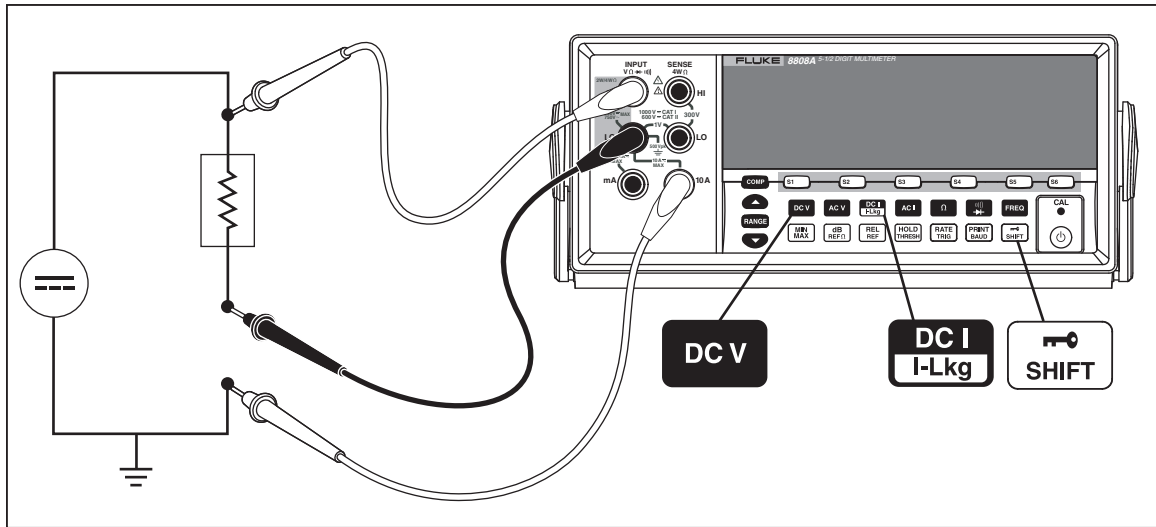

图 A-2. 对输入信号进行直流电压和直流电流测量
表A-2 中所列的大多数应用均可通过连接到 **INPUT VΩ→+HI** 和 **LO** 端子的一组测试线完成。然而，若要测量一路输入信号的电压和电流，则需要三组测试线。请确保电压和电流测量共用相同的公共点，如图 A-2所示。然后只需要按照正常情况不使用电流钳测量电流的步骤执行即可。
4. 按图 A-2 所示，将测试线连接到测试电路，并从显示屏上读取测量值。尽管显示的电流为负值，但按照电流惯例，它实际上是正值。